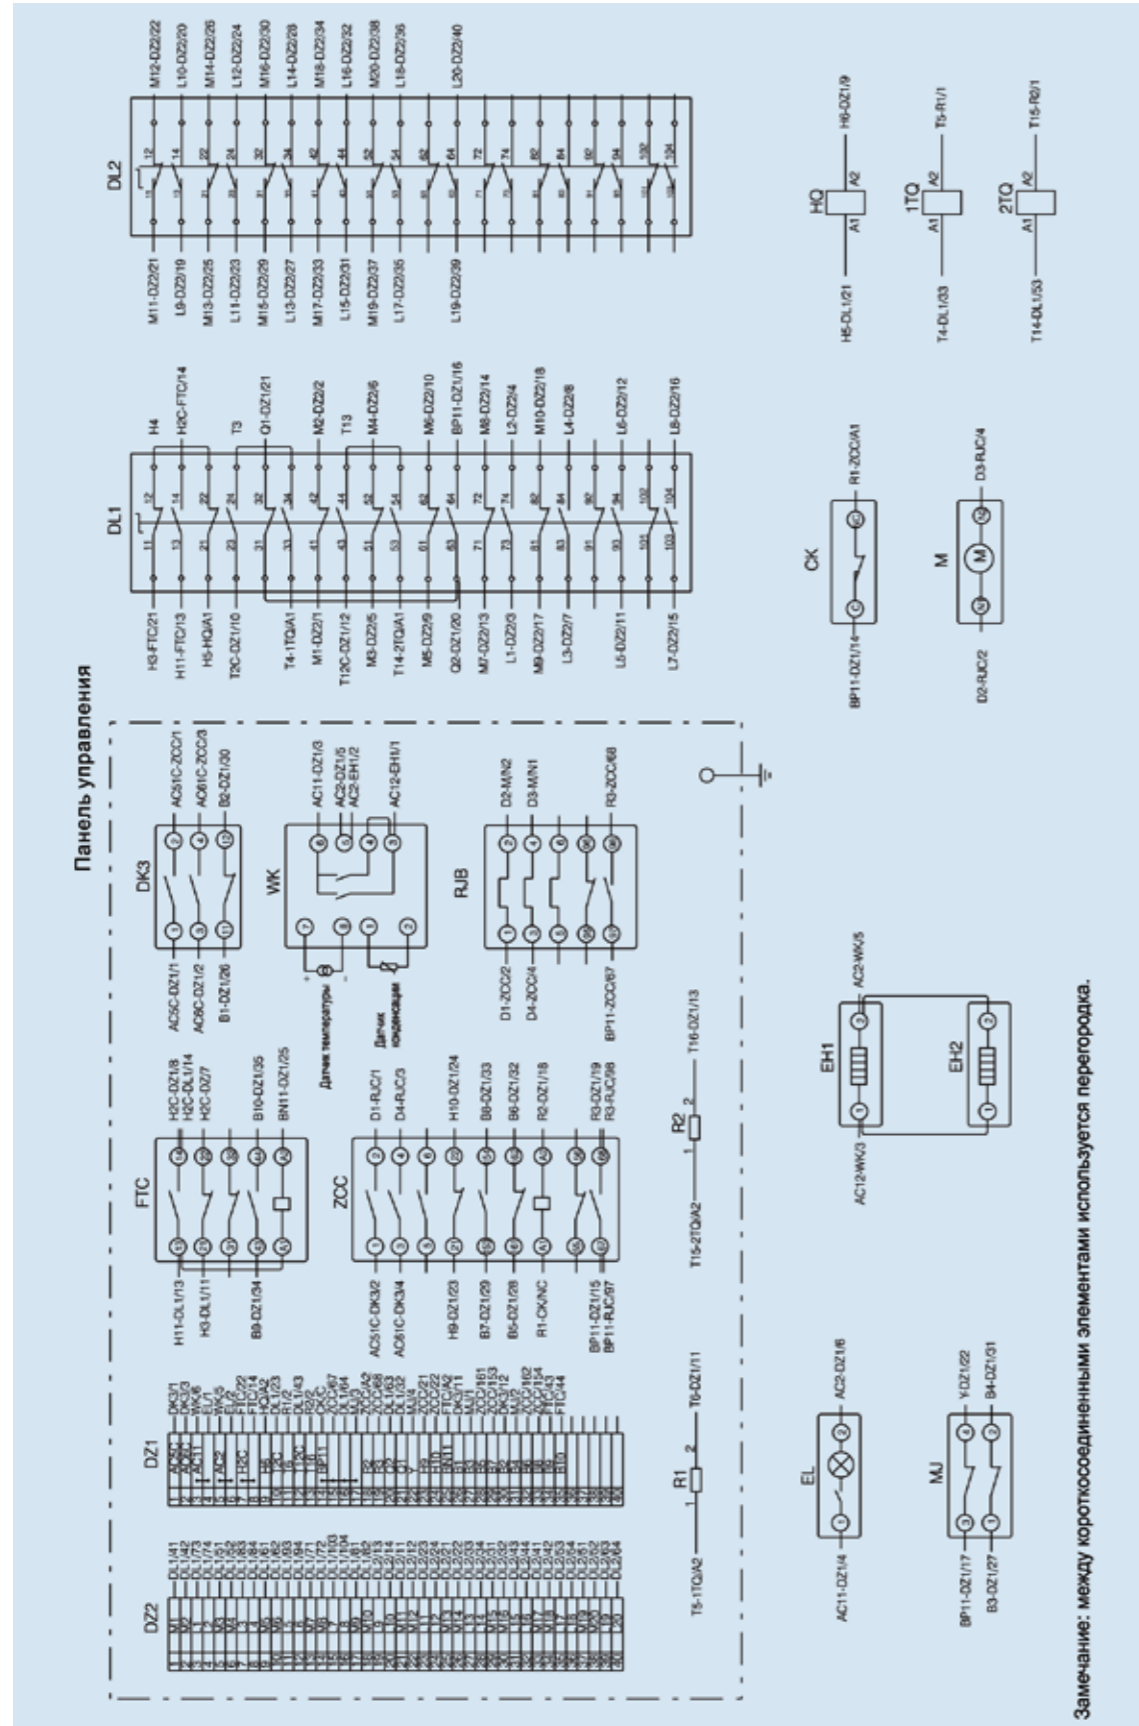

Рис. 6.8 Схема вторичной проводки, полюс С
- Схема вторичной проводки, полюс С (см. рис. 6.8)